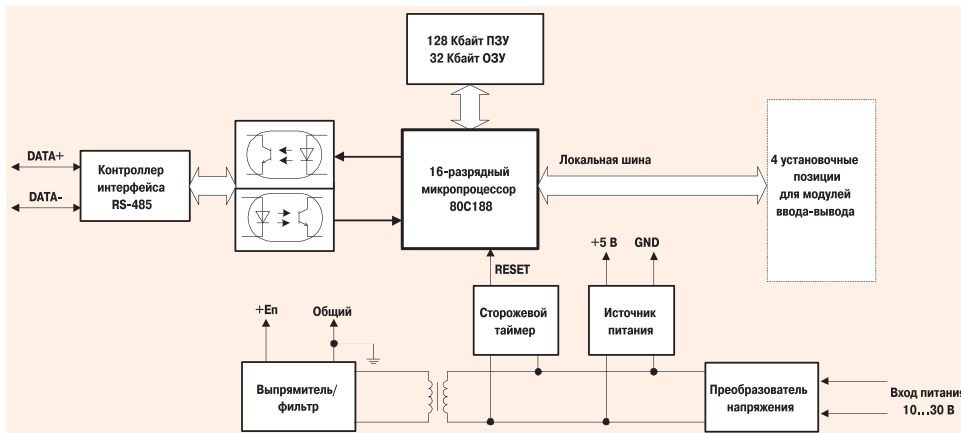

Рис. 15. Структурная схема блока процессора АДАМ-5000
- Трехуровневая гальваническая изоляция. Структурная схема блока процессора приведена на рис. 15. Первый уровень обеспечивает гальваническую изоляцию цепей питания процессора, второй — изоляцию между процессором и приемо-передатчиком интерфейса последовательной связи. Каждый модуль ввода/вывода также имеет гальванически изолированный выход на локальную магистраль блока процессора. Напряжение изоляции приемо-передатчика составляет 2500 В. Для остальных уровней изоляции данный параметр равен 3000 В. Присвоение сетевого адреса модулям ADAM-4000 выполняется программным способом, что не всегда удобно. Контроллеры серии ADAM-5000 оснащены